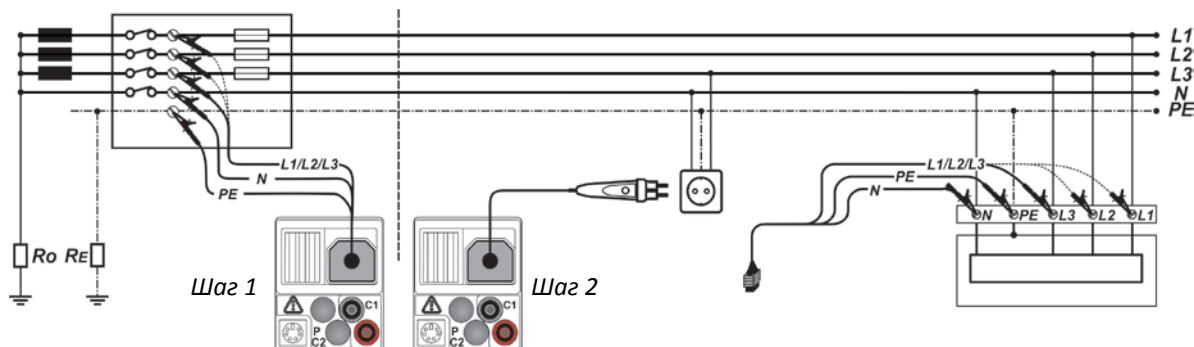

Рисунок 6.4: Настройка автоматической последовательности
**Подключите** испытательную проводку (выводы) к входу электрической установки (см. Рисунок 6.4: Настройка автоматической последовательности
**Подключите** измерительную проводку (выводы) к тестируемому элементу (см. Рисунок 6.4: Настройка автоматической последовательности